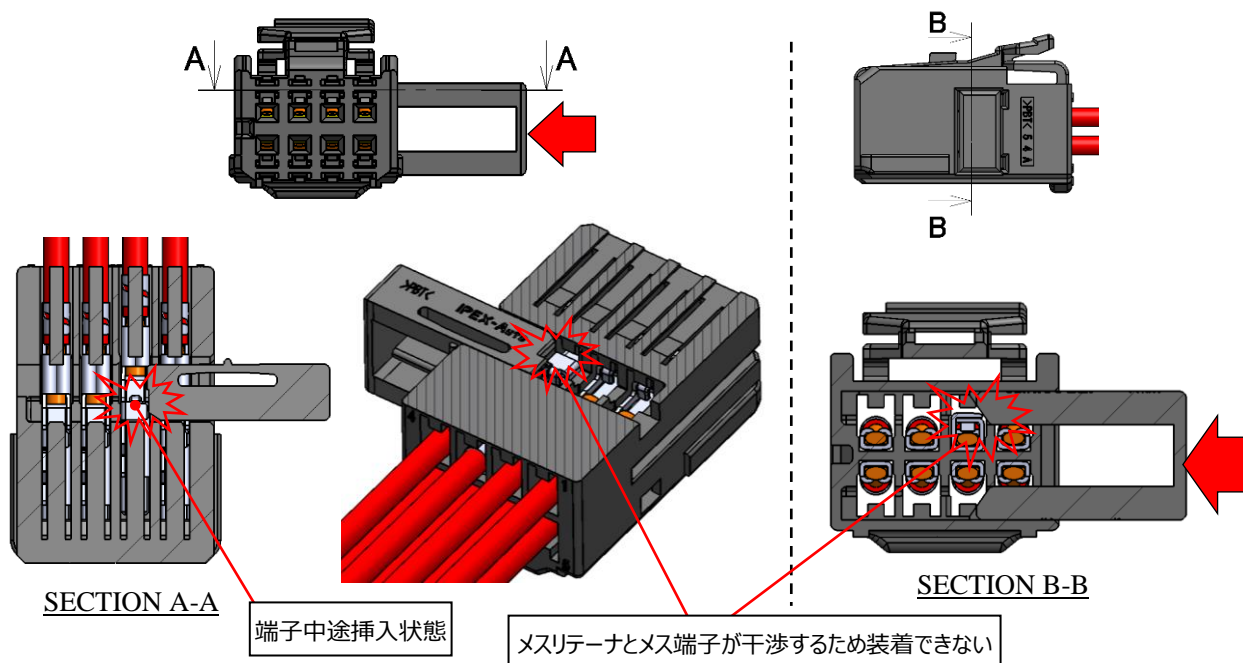

図 29 メス端子中途挿入状態
③ 図 29 に示すように、メス端子が中途挿入状態である場合、メスリテーナが装着できません。